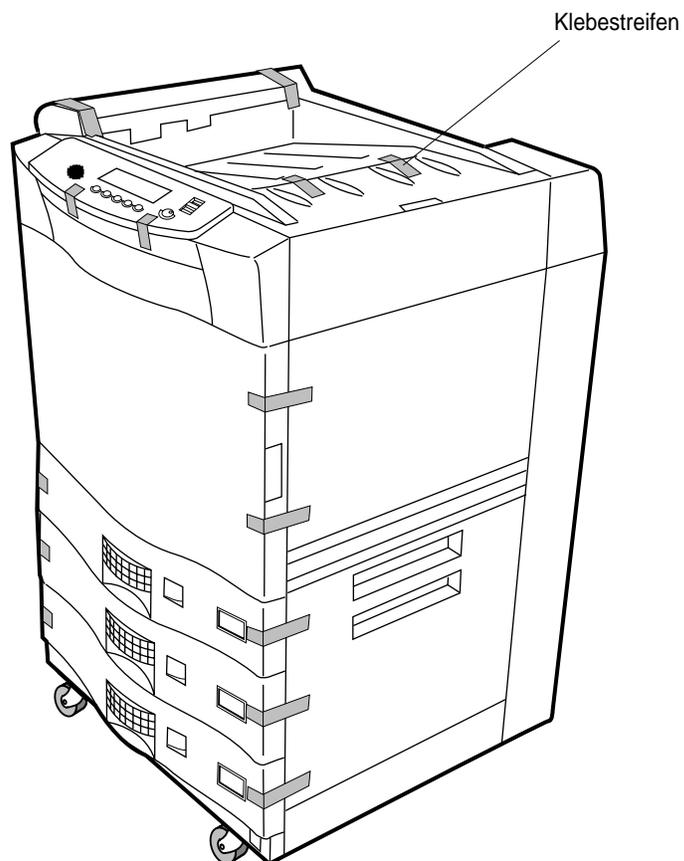

Abbildung 2-17 Klebestreifen an Außenseiten
11. Entfernen Sie an den Außenseiten des Druckers alle Klebestreifen, die für den Transport angebracht worden waren (siehe Abbildung 2-17).